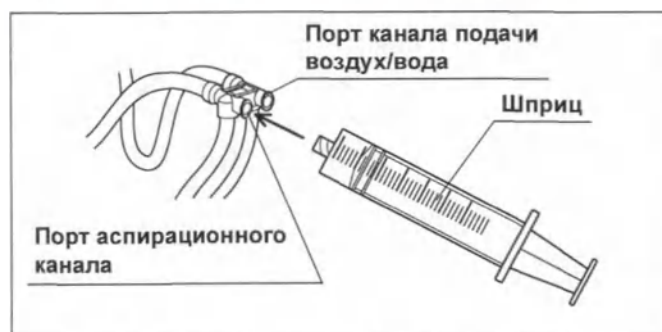

Рисунок 6.15
- 1 Присоедините шприц к порту аспирационного канала инъекционной трубки. (см. рис. 6.15)
(см. рис. 6.15)